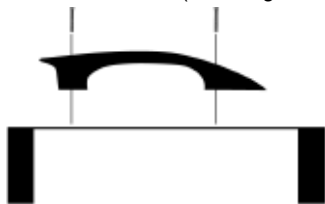

Figure 3. Installation de la poignée
3. À l'aide d'un tournevis à tête plate, vissez étroitement les deux vis (voir la figure 3).